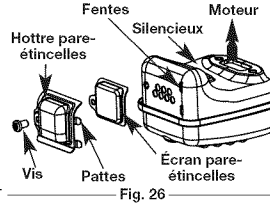

Fig. 26
- Situez le pot d'échappement sans le retirer. Trouvez le vis sur la partie inférieure du pot d'échappement (Fig. 26). Retirez le vis en vous servant soit d'un tournevis torx #20 ou d'un tournevis plat.